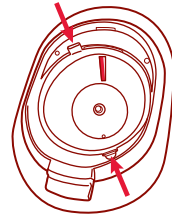

Figure 4a
3. Appuyez sur les deux loquets de la trémie à glaçons et soulevez la trémie pour l'enlever. *Figure 4a*